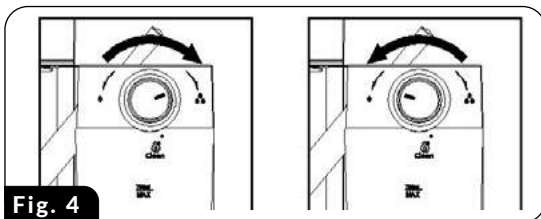

Fig. 4
¡ATENCIÓN! Antes de preparar el café CAPPUCCINO, ajuste la cantidad de leche montada según sus preferencias girando el botón de erogación (23) hacia la izquierda para obtener más espuma o hacia la derecha para reducir la cantidad de espuma (fig.4). También puede ajustar la intensidad de la espuma durante el proceso de formación de espuma.
¡ATENCIÓN! Antes de preparar el café LATTE, ajuste la cantidad de espuma de leche según sus preferencias girando el mando de erogación (23) hacia la derecha para obtener más espuma o hacia la izquierda para reducir la cantidad de espuma (fig.4). También puede ajustar la intensidad de la espuma durante el proceso de formación de espuma.
1. Instale el filtro seleccionado (13) en el portafiltro (10), llénelo de café e instale el portafiltro en la cafetera espresso.
2. Asegúrese de que haya suficiente agua en el depósito de agua (15) y la cantidad correcta de leche en el depósito de leche (19).